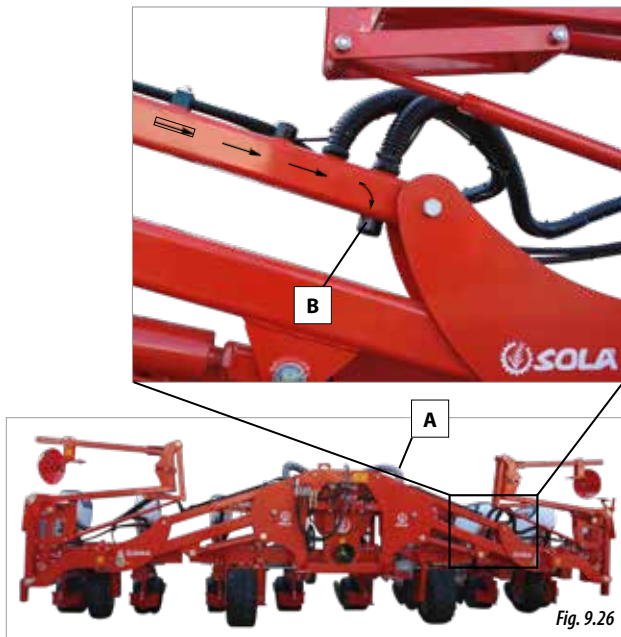

Fig. 9.26
- 2- Sacar el tapón inferior del pulmón de aspiración de las partes plegables (B, Fig. 9.26).
- 4- Volver a colocar el tapón (B, Fig.9.26) y conectar el conducto de aspiración (A, Fig. 9.26).